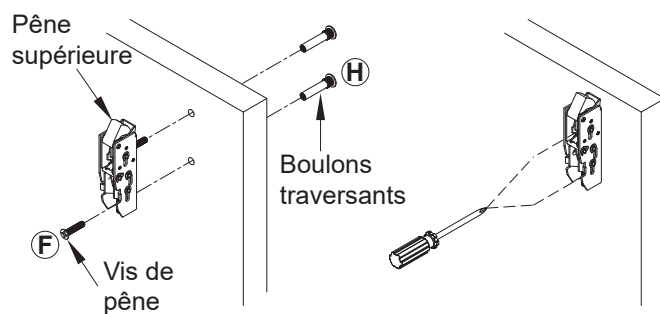

Figure 1
1. Installer le pêne supérieur à l'aide de deux (2) vis (boulons filetés). Régler la gâche de façon à ce que l'appareil s'enclenche sans se bloquer. **Voir la figure 1**